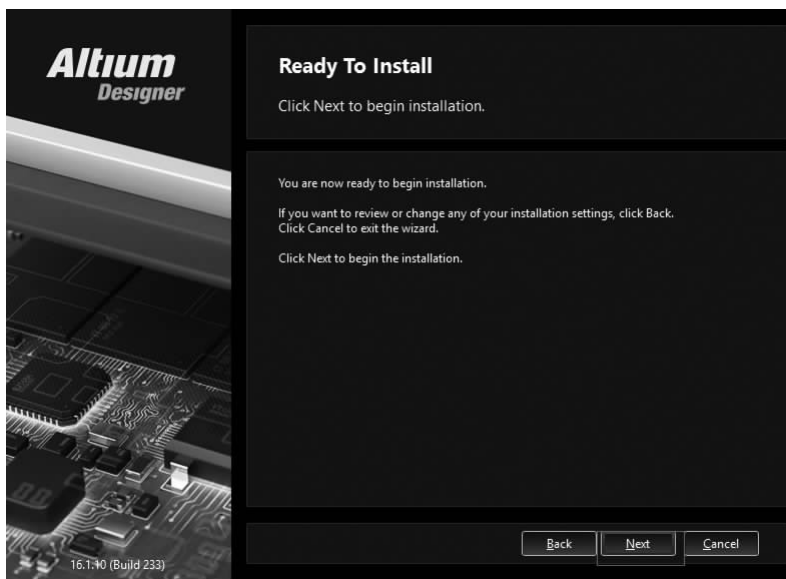

图 1-6 准备安装 Altium Designer 16 界面
(6)在图 1-6 所示对话框中,单击“Next”按钮,准备安装。